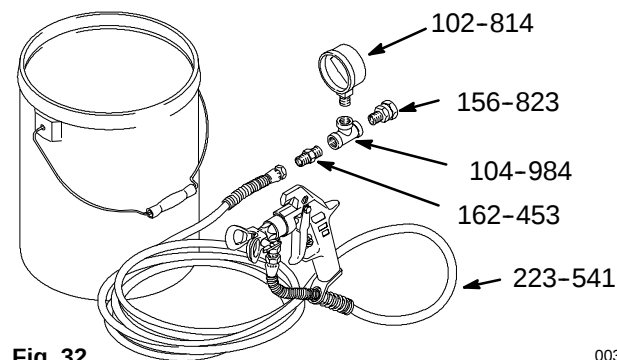

Fig. 32
2. Monter le système comme l'illustre la figure 32.